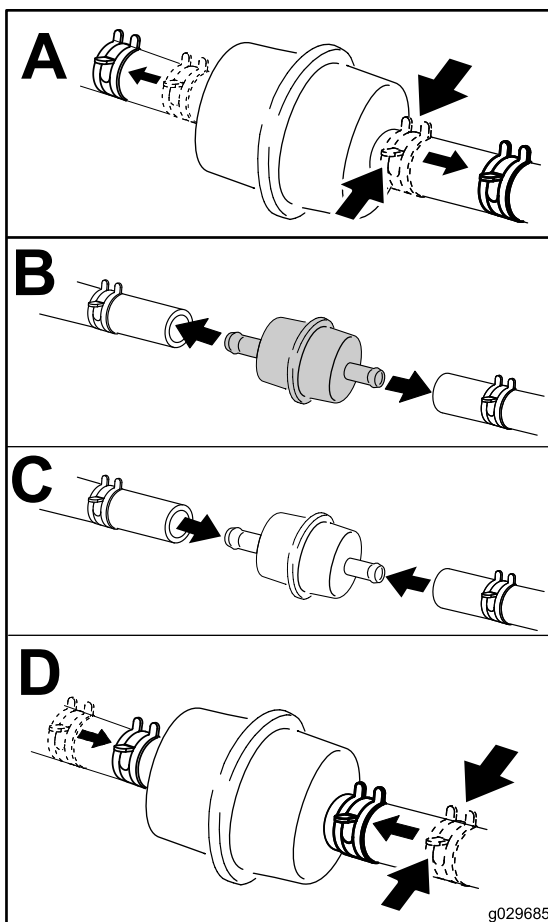

Figura 42
4. Mettete un contenitore pulito sotto il filtro del carburante e sostituite il filtro del carburante come illustrato nella Figura 42.